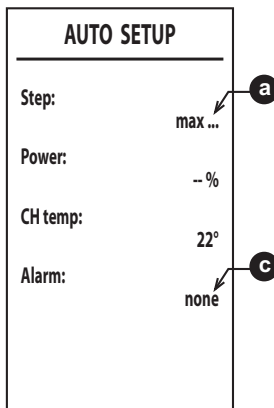

fig. 52
6. Dopo l'accensione, il bruciatore si posiziona in riscaldamento alle varie potenze (max, med, min) indicate dal punto **a** (fig. 52). Qualora lo smaltimento termico dell'impianto non fosse sufficiente a far terminare la procedura, si può attivare, **solamente dopo che il bruciatore si è acceso**, una richiesta di Sanitario.
8. Qualora la sequenza di accensione descritta al punto **"6"** non sia andata a buon fine, compare la scritta **max_err** al punto **a** e un codice di errore al punto **c** (fig. 52).